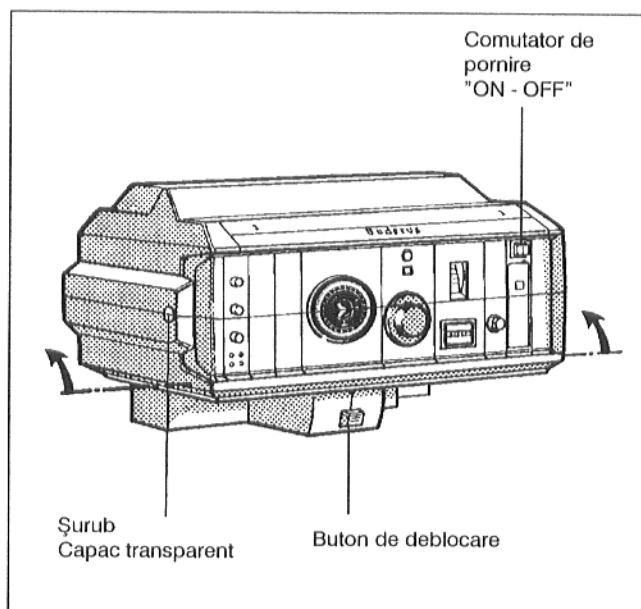
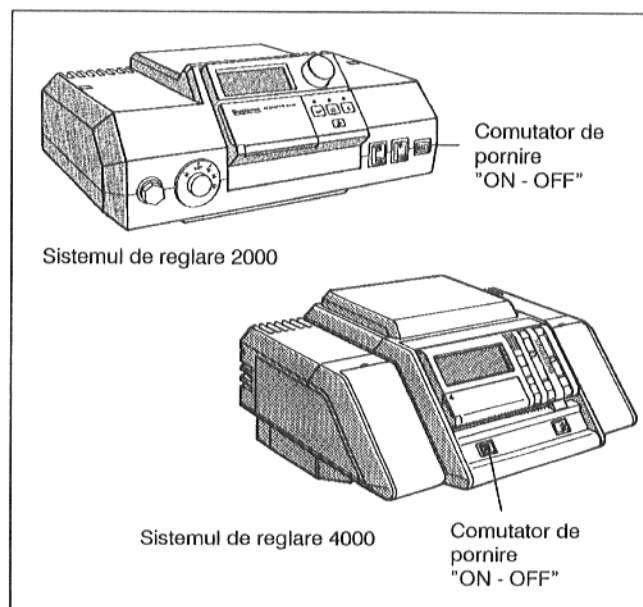

Fig. 40: Sistemul de reglare 3000
Fig. 41: Sistemele de reglare 2000 și 4000
Se aduce în poziție orizontală capul de șurub de fixare al capacului transparent al aparatului de reglare, de exemplu cu o monedă, se împinge capacul transparent și capul de șurub se aduce în poziție verticală (Fig. 40).
Pentru o mai bună vizibilitate asupra elementelor de acționare ale aparatului de reglare partea superioară poate fi săltată în sus în două poziții (Fig. 40).
La aducerea în poziția inițială se apasă butonul de deblocare (Fig. 40).
Se aduce în poziție orizontală capul de șurub al capacului transparent al aparatului de reglare (Fig. 40), de exemplu cu o monedă. Se scoate capacul transparent prin față.
- Comutatorul de pornire (Fig. 40 și Fig. 41) se pune în poziția 0 (AUS)